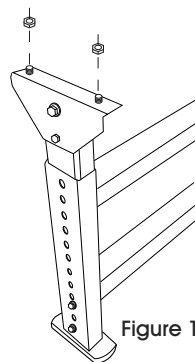

Figure 1
1. Le matériel est préinstallé dans les parties supérieures des supports en H. Veuillez retirer ce matériel installé. (Voir Figure 1)